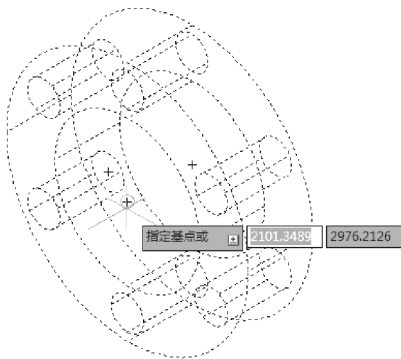

图 13-32 肋板的圆心
1) 单击【修改】选项板|【移动】按钮, 选中绘制的肋板, 捕捉肋板的圆心移动至齿轮的圆心, 如图 13-32 所示。